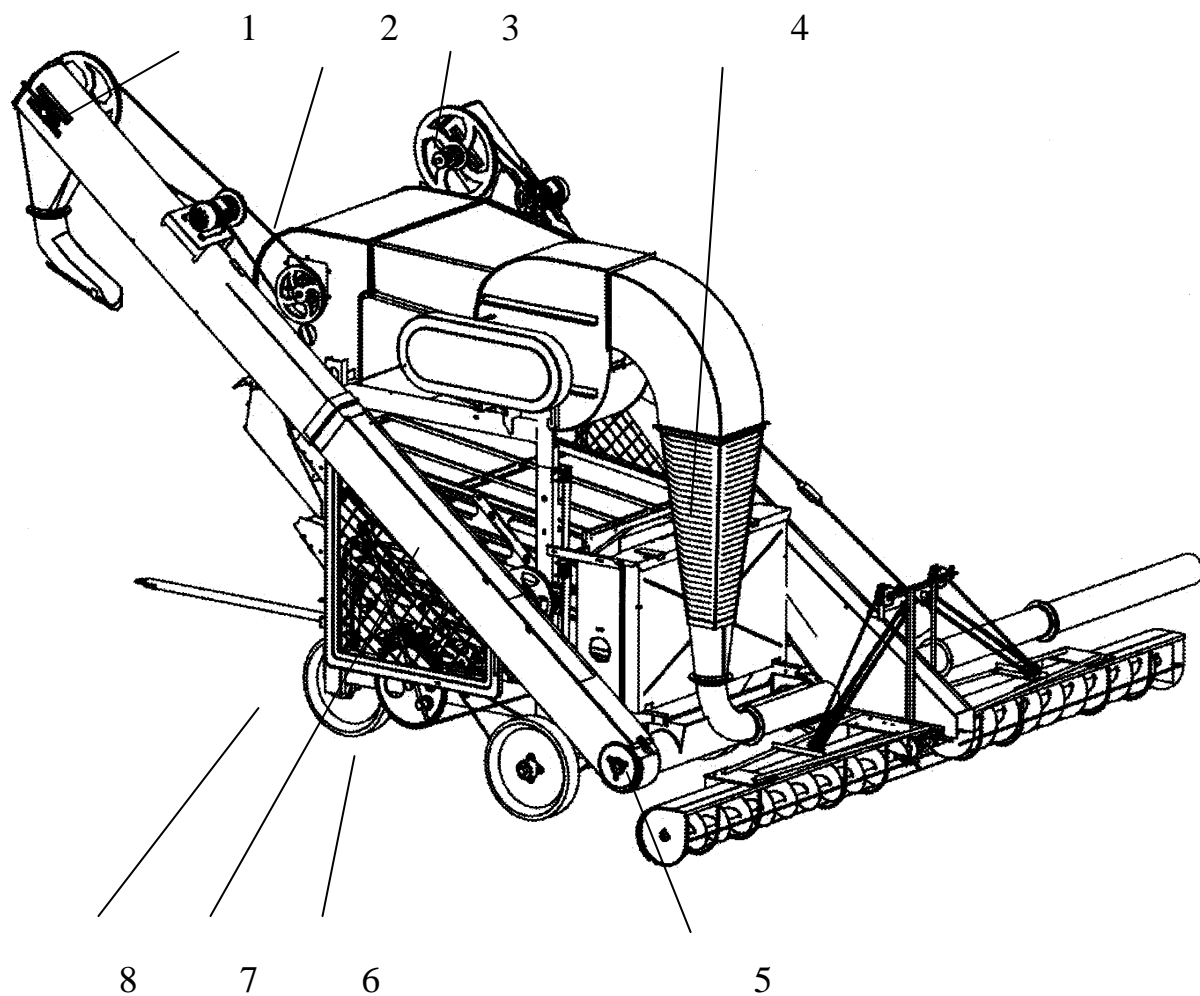

Рис.1 Машина зерноочистительная
При движении машины (рис.1) вдоль вороха скребковые питатели захватывают зерновой материал и подводят к подъемной трубе загрузчика, который передает его в распределительный шнек питающего устройства. Питающее устройство распределяет зерно по ширине камеры. Распределитель делит материал на две равные части и направляет его в воздушные каналы. Воздушный поток через вентилятор и пылеотделитель уносит легкие примеси в пневмотранспортер.
Основные рабочие органы очистителя вороха самопередвижного (см. рис. 1): загрузочный транспортер, воздушноочистительная часть, приемная камера, решетные станы, шнек фуражных отходов, отгрузочный транспортер - смонтированы на раме; установленной на обрешиненном колесном ходу.
4.8. Рама, ходовая часть. Все рабочие органы машины смонтированы на сварной раме 8 (рис. 1), установленной на трех обрезиненных колесах. Основой ее являются стойки - две передние и две задние, связанные между собой нижним поясом и верхними стяжками. К задним стойкам приварены оси, на которых помещены задние колеса. От осевых смещений колесо фиксируется упорными кольцами. На дисках колес смонтированы звездочки для приводных цепей.